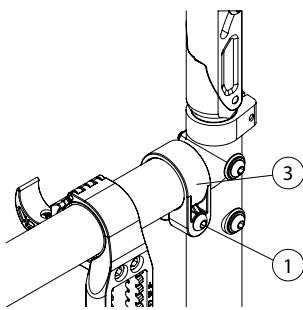

fig 11
- Installate di nuovo la vite (1) direttamente sul morsetto del telaio (3) (Fig. 11).
- Stringere la vite (1) finché questa non sia fissata in modo appropriato.